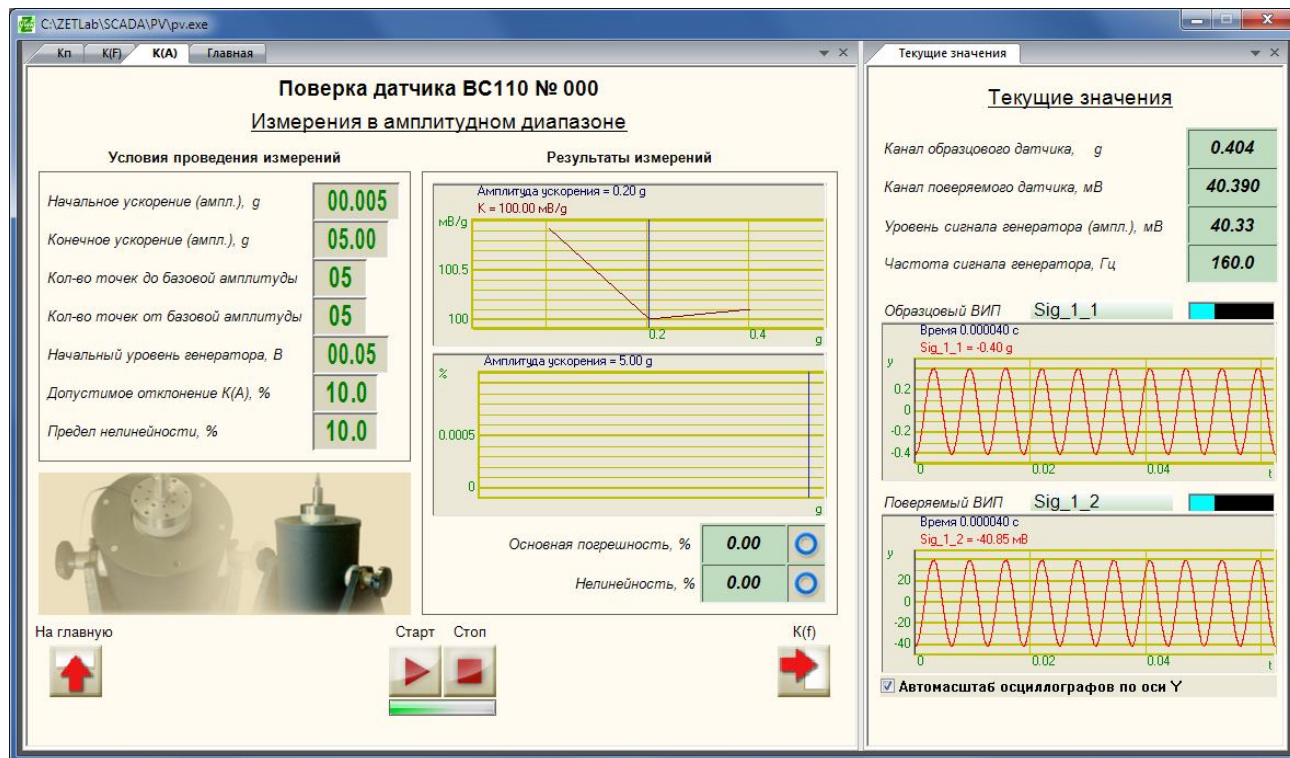

Рисунок 8.6 – Измерения в амплитудном диапазоне
13. В процессе измерений на вкладке «K(A)» под кнопками «Старт» и «Стоп» отобразится индикатор процесса, а на верхнем графике в рамке «Результаты измерений» будет строиться график зависимости коэффициента преобразования от амплитуды виброускорения, на вкладке «Текущие значения» отобразятся показания вольтметров по образцовому и измерительному каналам, напряжение и частота генератора, осциллограммы и интегральные уровни сигналов с вибропреобразователей (Рисунок 8.6).